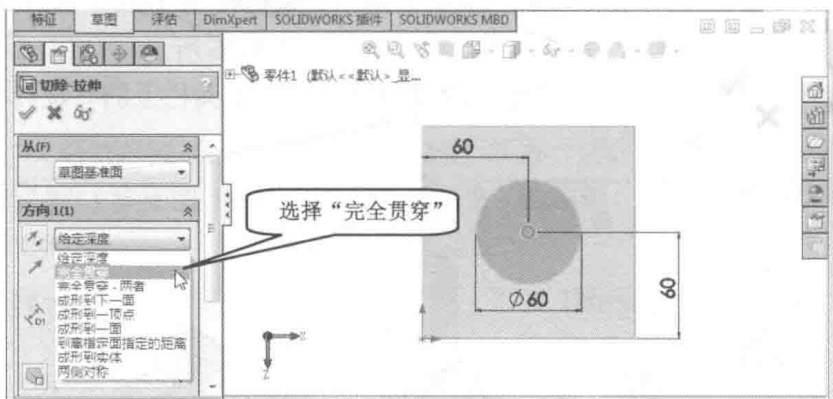

图 1-19 设置“切除-拉伸”属性
(5) 单击确认角的“确认”按钮, 结束并接受草图绘制。系统自动进入“切除-拉伸”属性设置状态。
(6) 将左窗格中“方向1”下的终止条件改为“完全贯穿”(见图 1-19), 单击“确定”按钮, 完成“切除-拉伸”操作。